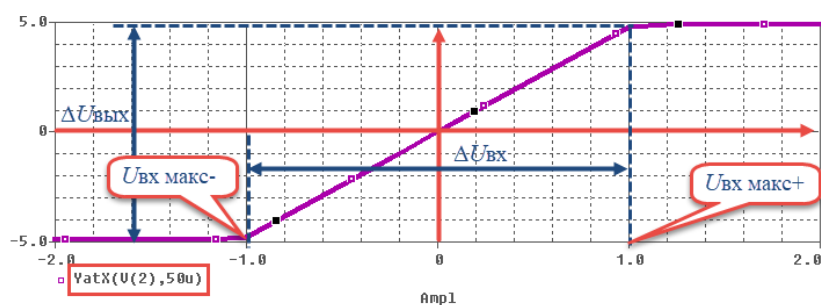

Рис.14. Амплитудная характеристика
- По амплитудной характеристике (рис.14) определить динамический диапазон входного сигнала $U_{\text{вх макс}}$ и коэффициент усиления в линейном режиме.